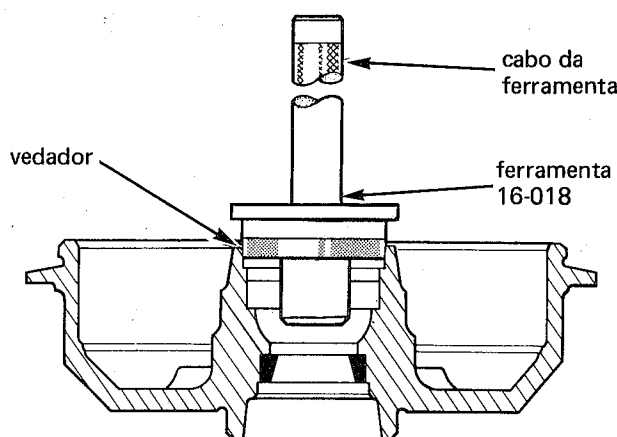

fig. 9
3. Instalar o rolamento cônico interno e aplicar uma leve camada de graxa à base de lítio entre as bordas do novo vedador, que deve ser instalado com o auxílio da ferramenta 16-018 (fig. 9)